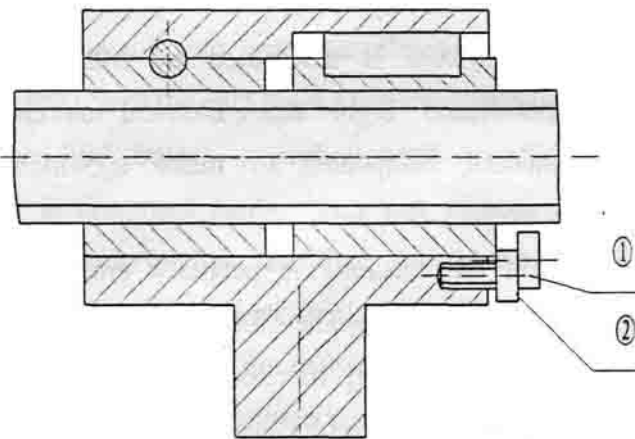

Рис.6
4) Регулировка свободного хода винта подачи. (См. Рис. 6).